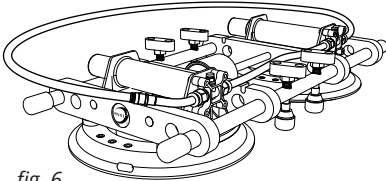

fig. 6
1. Conecte el tubo en un circuito cerrado. (ver fig. 6)